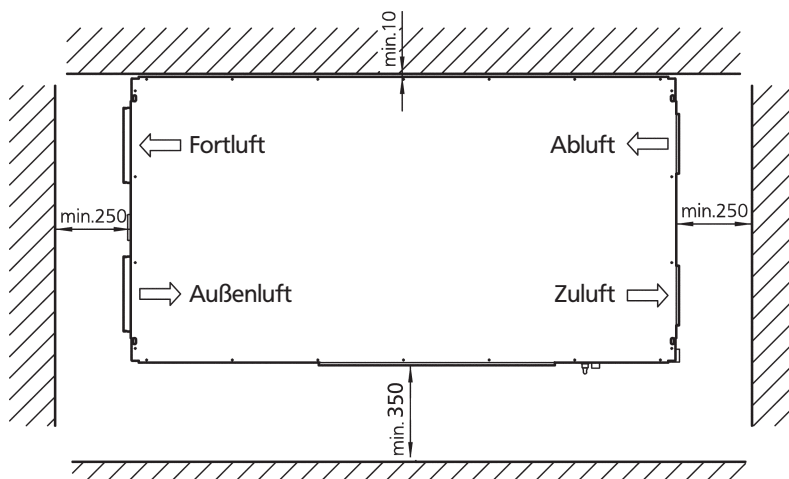

Abb. 2: Montageabstände KLIMANAUT INDOOR 400 WRG
- Beachten Sie bei der Montage der Kühleinheit die Mindestabstände für Wartung und Revision, wie in Abb. 2 dargestellt.
Beachten Sie bei der Montage der Kühleinheit die Mindestabstände für Wartung und Revision, wie in Abb. 2 und 3 dargestellt.